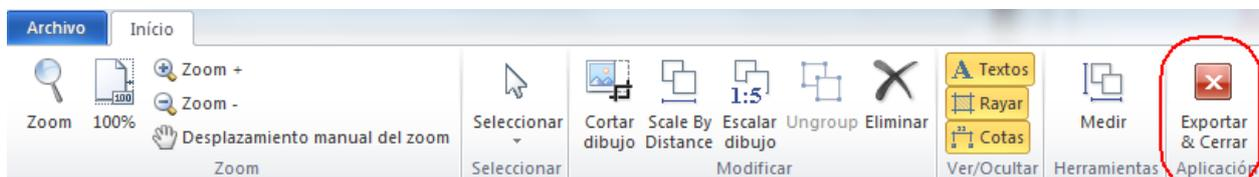

Fig. 11.
- Haga clic en **Exportar & Cerrar** (Fig. 11), y confirme la exportación a *SEE Electrical Building*.